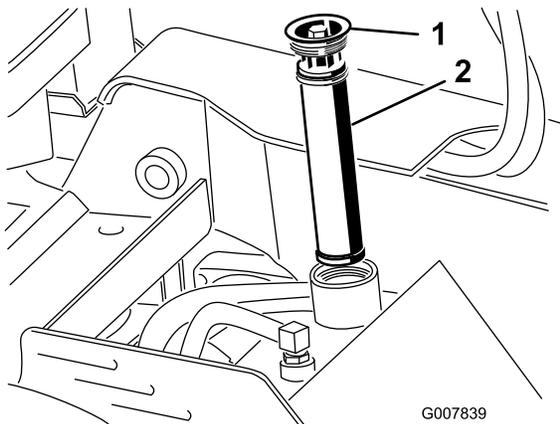

図 55
4. 古いフィルタを外して捨てる 図 55。
5. 新しいフィルタを取り付け、キャップ 図 55をして上部ボルトを13-15.5 N·m 2.3-2.8 kg·m = 110-140 in·lbにトルク締めする。